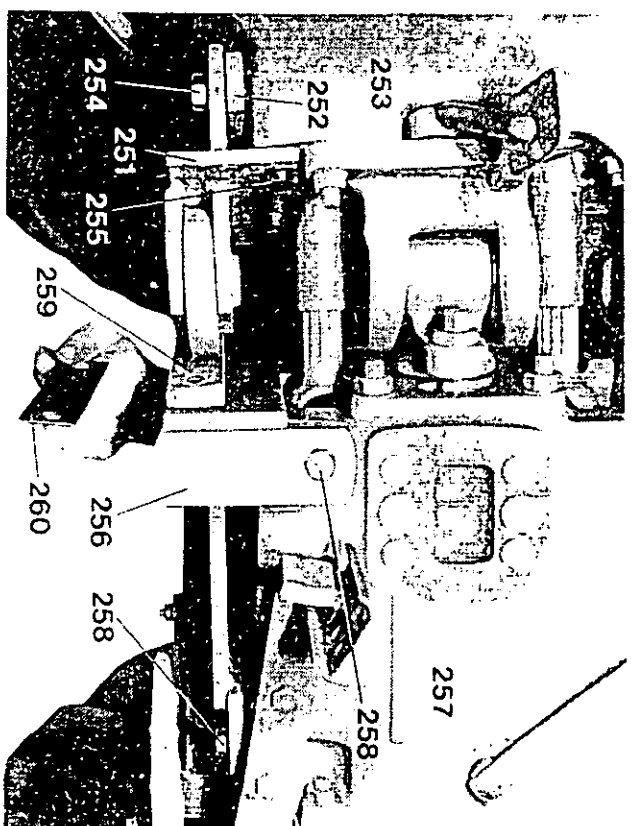

Abb. 3 Ab A45 ca. 3 51 746
**Généralités:** En principe, lorsque l'on monte des outils portés avant, il faut également monter le renforcement de l'articulation centrale. Jusqu'à No. machine 350131 deux trous additionnels M 12 sont nécessaires dans le carter de raccordement pour monter le galet (251 fig. 3).